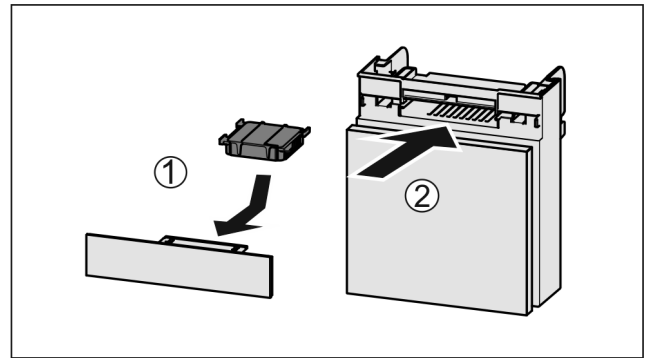

Fig. 200
- Aseta aktiivihiilisuodatin kuvan mukaisesti paikoilleen Fig. 200 (1).
- Työnnä lokero kiinni Fig. 200 (2).